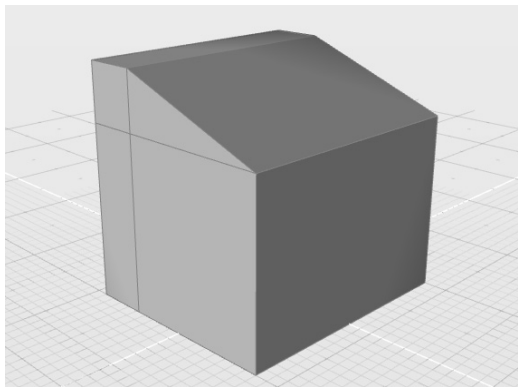

图 6-53 创建四边形补面
8) 再次使用“创建面”工具，对开放的四边形进行补面，如图 6-53 所示。